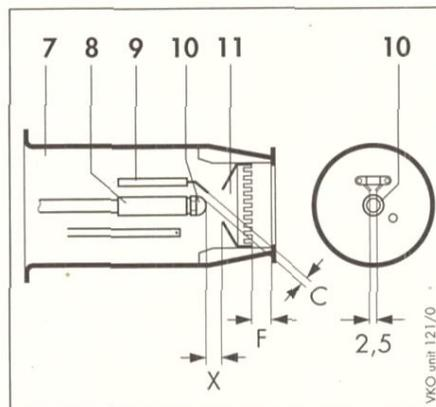

Abb. 8.4 Mischeinrichtung
- Stellen Sie die Position der Stauscheibe, (Maß F siehe Abb. 8.4) an der Regulierschraube (4) ein.
Die in der Abb. 8.4 angegebenen Abstände der Doppelzündelektroden (9) zur Brennerdüse (10), zur Stauscheibe (11) und zueinander sind genau einzuhalten.